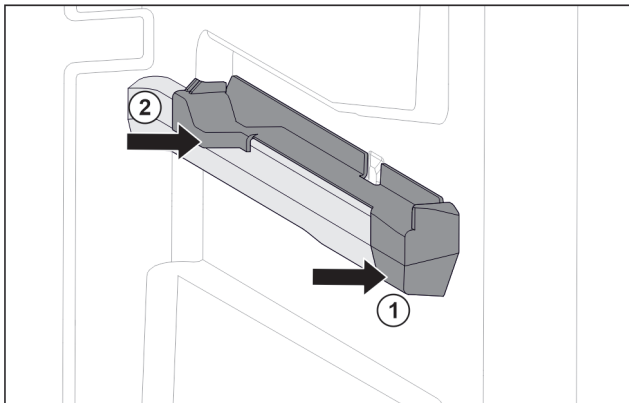

Fig. 98 Instekelement op rechter containerrib
- ▶ Instekelement voor tegen containerrib plaatsen. Fig. 98 (1)
- ▶ Instekelement achter aandrukken. Fig. 98 (2)